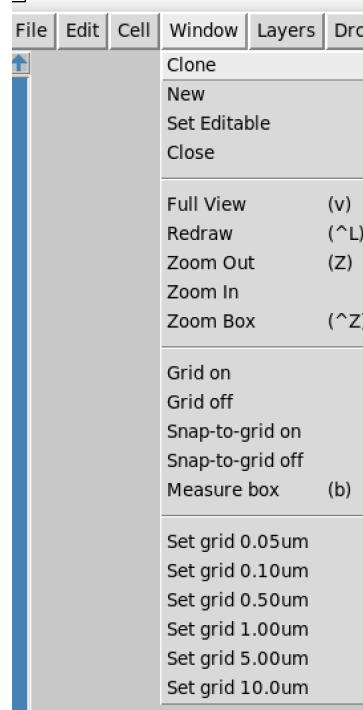

Figura 8: Acessando o menu 'Window' para iniciar a configuração da grade.
Passo 1: Acessar o menu de configuração O primeiro passo é acessar o menu de configurações da janela, localizado na barra superior, clicando em Window, como mostra a Figura 8.